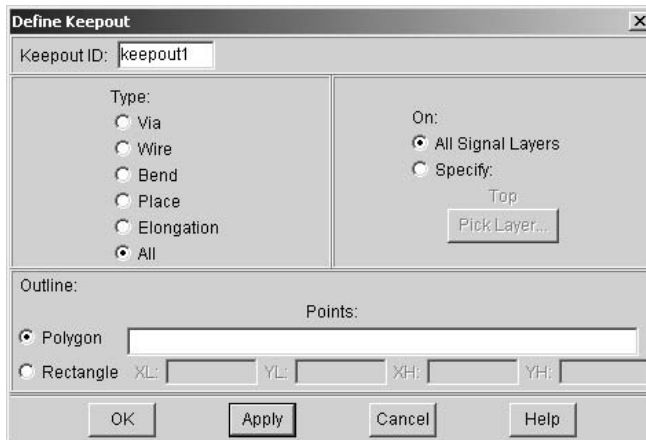

Рис.9.6.18
- командами **Define / Keepout / By Coordinate** задать их координаты (рис.9.6.18) или